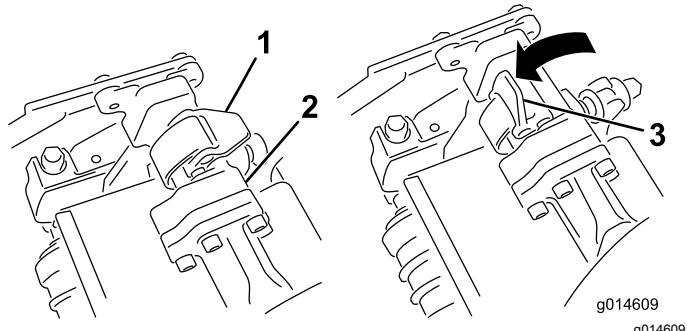
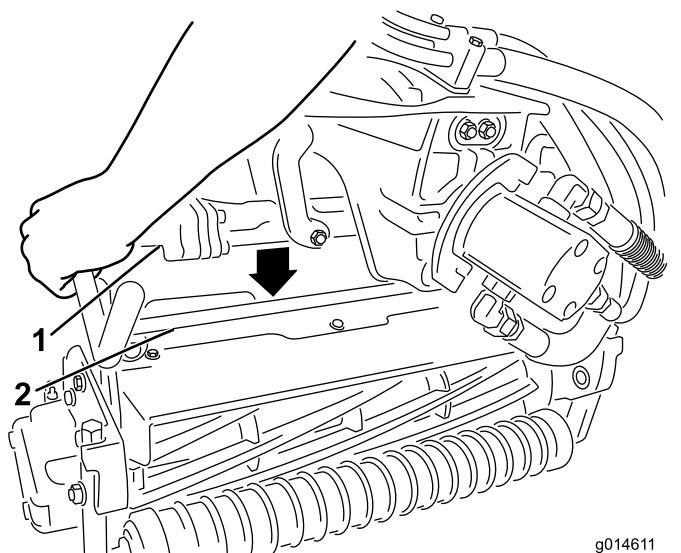

Figura 46
Figura 47
3. Con i fermi del braccio di sospensione rivolti verso l'alto (cioè aperti) (Figura 46), premete il braccio di sospensione verso il basso in modo che la barra si inserisca nella barra della parte superiore dell'apparato di taglio (Figura 47).
4. Chiudete i fermi spostandoli verso il basso e attorno alla barra dell'apparato di taglio, quindi bloccateli in posizione (Figura 46).
4. Aprite i fermi sulla barra del braccio di sospensione dell'apparato di taglio che state rimuovendo (Figura 46).